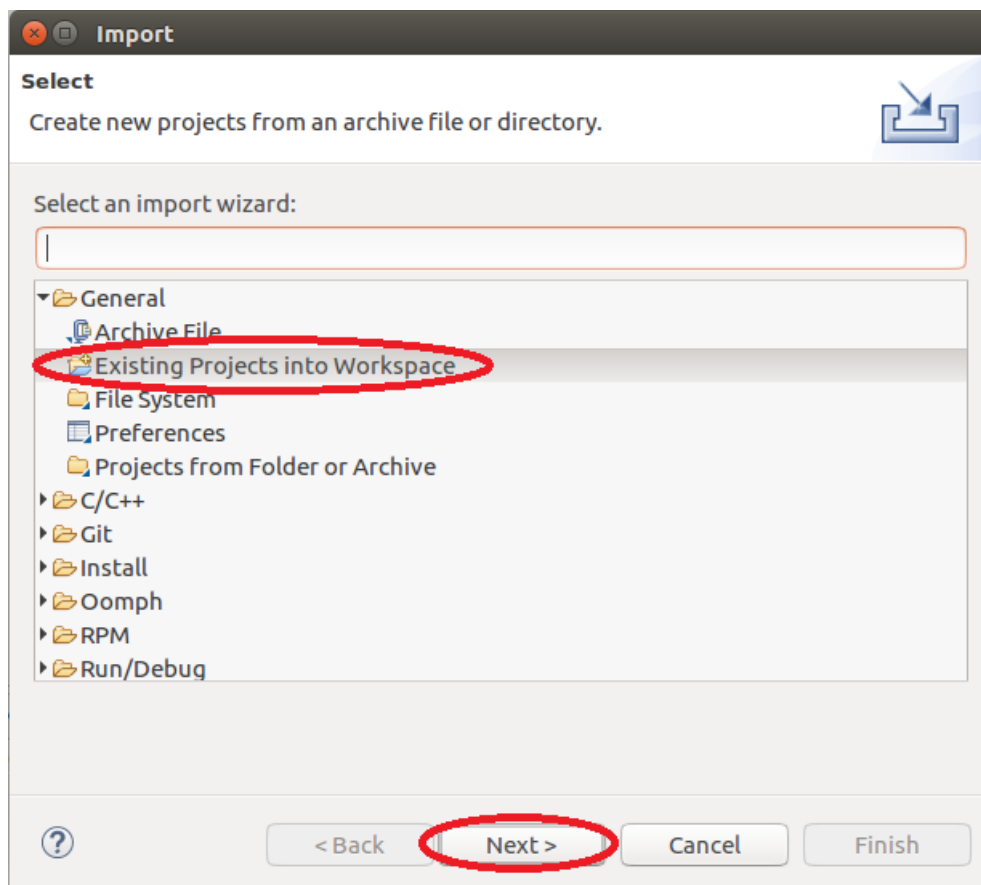

图4.2.6 选择导入工程类型
6. 点击菜单栏 File -> Import... 导入工程，出现如图 4.2.6 所示界面，选择 "Existing Projects into Workspace", 点击 Next。